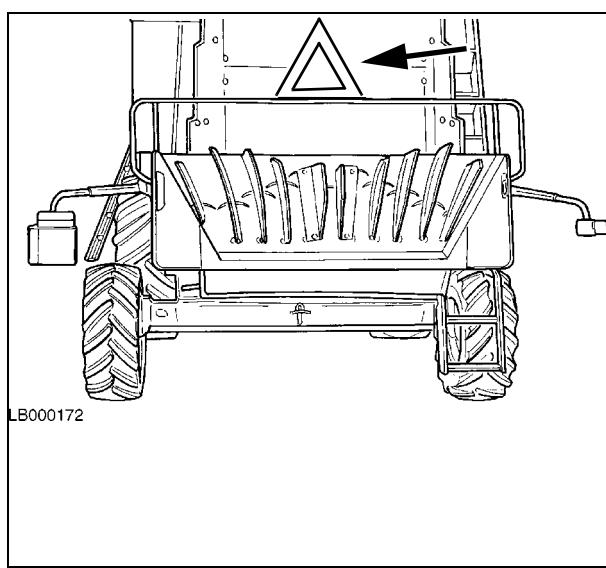

Рис. 28
c) ДАНИЯ, ШВЕЦИЯ: Красная светоотражающая табличка треугольной формы, закрепленная на задней стороне машины (Рис. 28).